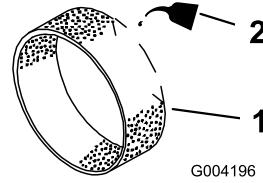

図 45
3. 乾いたらエンジン・オイルを 60 ccほど含ませる(図 45)。